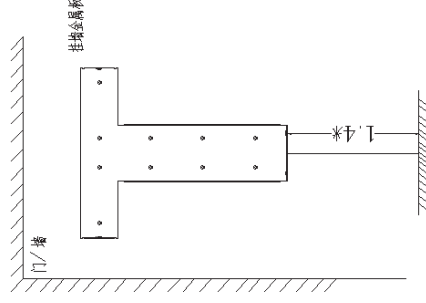

图 1-1
- 1.将挂墙板放置在底部离地面 1.4 米左右位置，（如挂墙安装时，与门框间距不可大于 0.1 米）如图 1-1 所示